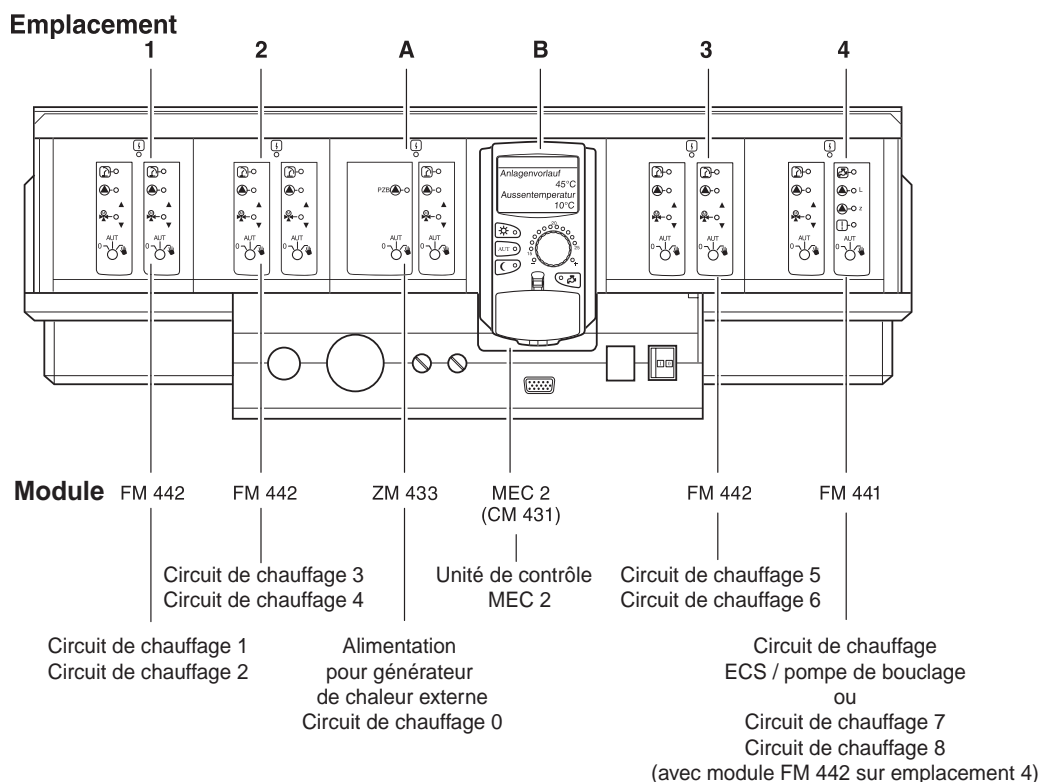

Fig. 4 Eléments de commande de l'appareil de régulation Logamatic 4313
- Mettez l'appareil de régulation en marche en plaçant l'interrupteur de mise en marche sur « I » (voir fig. 4 page 13).
- Mettez l'appareil de régulation hors service en plaçant l'interrupteur de mise en marche sur « 0 » (voir fig. 4 page 13).